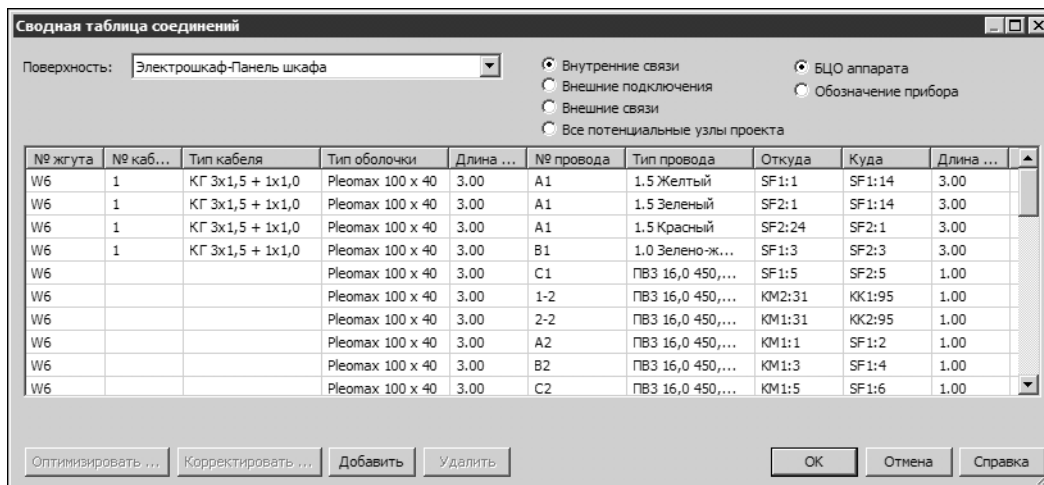

Рис. 25.1. Диалог **Сводная таблица соединений**
2. Из контекстного меню вызовите команду **Таблица соединений**. На экране откроется диалог **Сводная таблица соединений** (рис. 25.1). Элементы управления диалога представлены в табл. 25.1.
При выборе опции **Внутренние связи** в **Сводной таблице соединений** (рис. 25.1 на с. 418) можно посмотреть и отредактировать внутренние связи проекта, отдельной поверхности или связи введенные пользователем. Для каждой связи в таблице отображаются: маркировка жгута, номер и тип кабеля, длина и тип оболочки жгута, маркировка и тип провода, трасса соединений аппаратов, длина проводящего элемента потенциального узла.